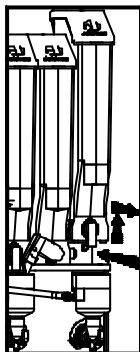

figura 5.04.1
- Quitar los contenedores de los productos solubles que se encuentran en el conjunto batidores (figura 5.04.1) y guardar en un lugar limpio y desinfectado.